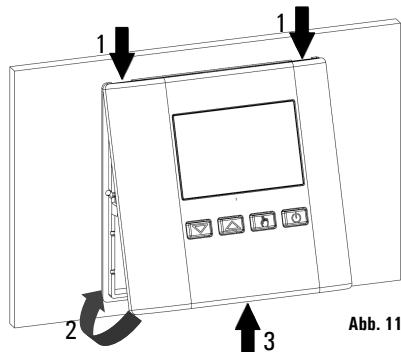

Abbildung 11
- Klappen Sie nun das Gehäuseoberteil nach links (siehe Abb. 11). Drücken sie nun die Verriegelung nach hinten und führen Sie nun das Gehäuseoberteil nach links, bis die Verriegelung einrastet.